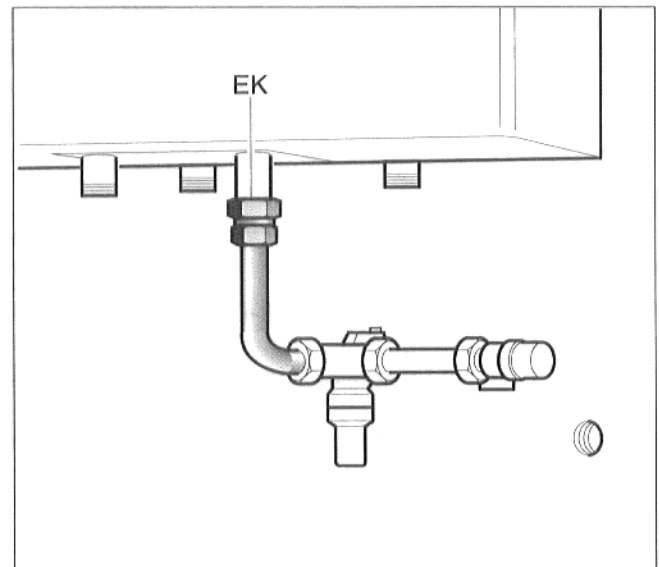

Fig. 18: tubo di collegamento acqua fredda
- Montare il tubo di collegamento acqua fredda tra l'accumulatore ed il gruppo di sicurezza. Tenere presente l'anello di serraggio e la guarnizione! (Fig. 18).